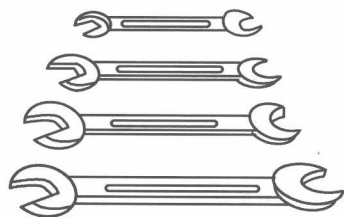

图 1-3 呆扳手
1) 如图 1-3、图 1-4 所示，操作时应选用合适的呆扳手，呆扳手要垂直于螺栓杆身或平行于螺母头部。